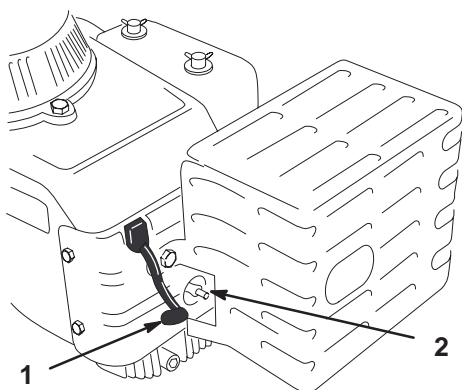

Bild 28
2. Ziehen Sie den/die Kerzenstecker von der(n) Zündkerze(n) (Bild 28). Reinigen Sie jetzt den Bereich um die Zündkerze(n), um zu verhindern, dass Schmutz in den Motor fallen und Schäden verursachen kann.
3. Drücken Sie den/die Kerzenstecker auf die Zündkerze(n) auf (Bild 28).